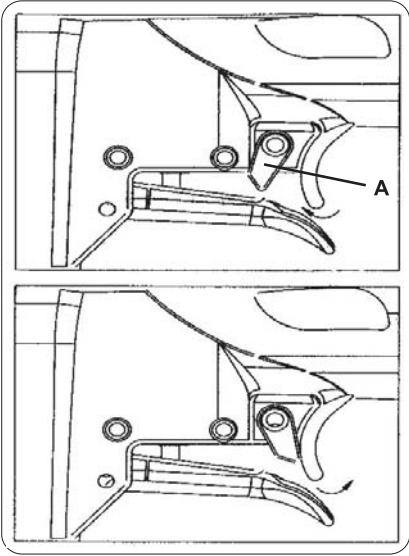

FIGURA 5
6. Para acionamento do modelo SG8016, empurre a trava de segurança (A) localizada no gatilho para trás, conforme mostra a Figura 5. Para os demais modelos, coloque a ponta do equipamento contra a superfície a ser grampeada e puxe o gatilho;